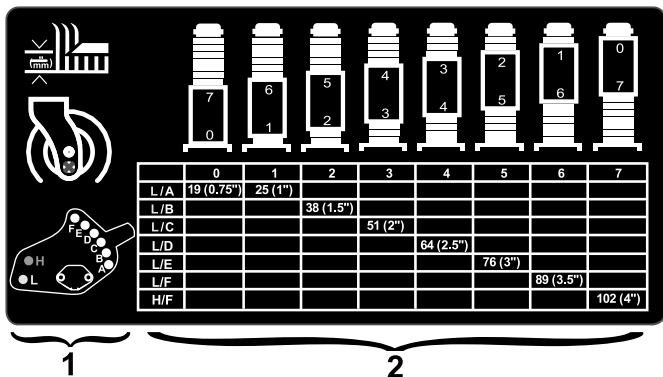

Figura 19
2. Consulte a tabela de definição da altura de corte no autocolante da altura de corte (Figura 19) para obter as definições comuns da altura de corte.
4. Instale os parafusos nos locais especificados em Figura 19 para a altura de corte desejada; aperte as porcas com 60 N·m.
5. Para ajustar a posição da forquilha da roda, remova as tampas da altura de corte dos eixos das rodas giratórias frontais e ajuste a quantidade de espaçadores em ambos os lados do cubo do eixo da roda giratória (Figura 19).